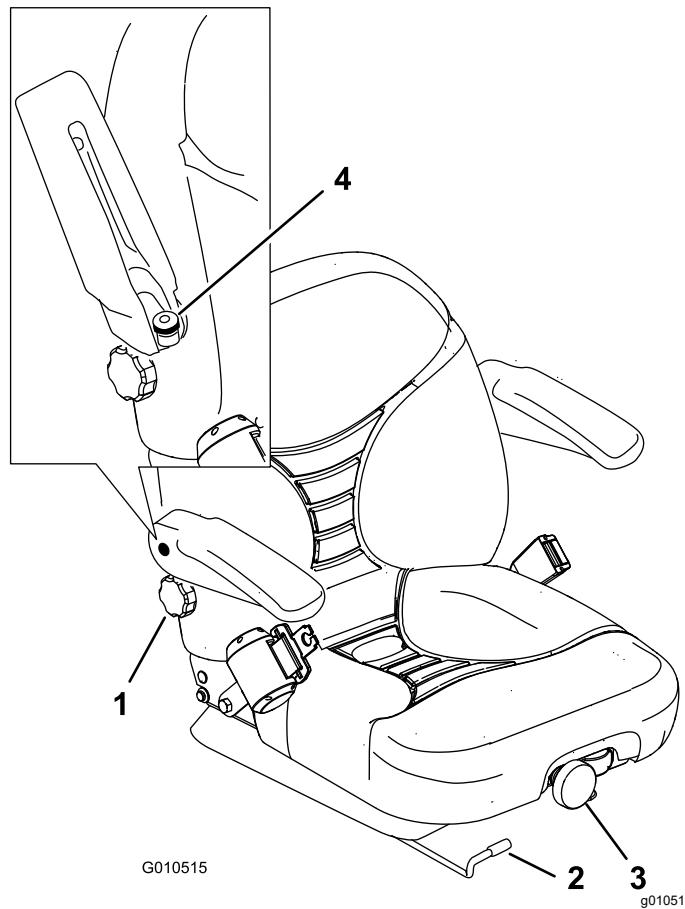

Figura 34
Eleve o apoio dos braços e rode o botão numa das direções para proporcionar o máximo conforto (Figura 34).
- Mova a alavanca para o lado e desbloqueie o banco (Figura 34).
Para o ajustar o banco, rode o botão numa das direções para proporcionar o máximo conforto (Figura 34).
Para ajustar, rode o botão, sob o apoio do lado direito, numa das direções para proporcionar o máximo conforto (Figura 34).